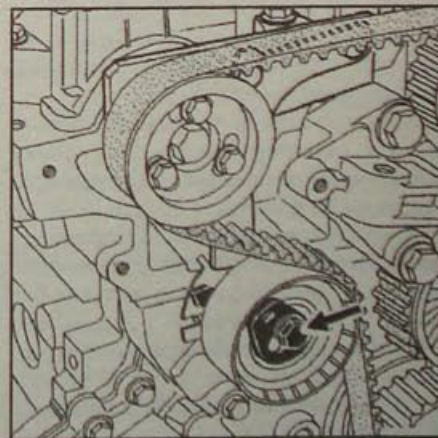

Рис. 4.10. Расположение болта крепления натяжного ролика ремня привода газораспределительного механизма
• Снимите натяжной ролик (рис. 4.10).